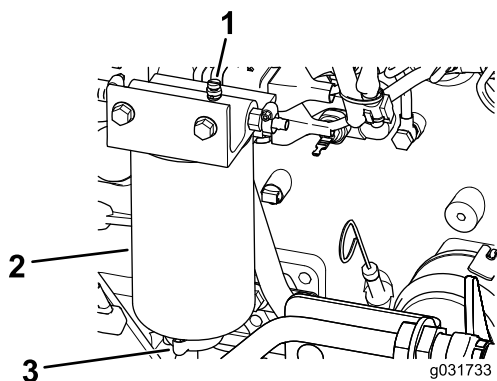

Figura 98
2. Allentate la valvola di spurgo situata nella parte inferiore del filtro (Figura 98).
2. Spurgate parte del carburante allentando il tappo di sfiato e aprendo la valvola di spurgo (Figura 98).